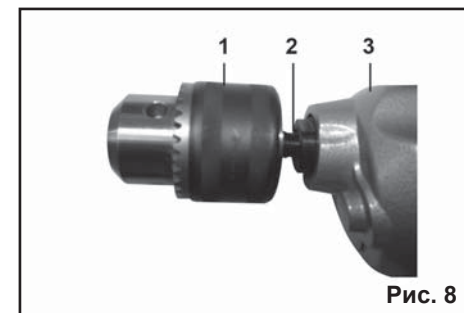

Рис. 8
7.4. Установка сверлильного патрона (Рис.8).